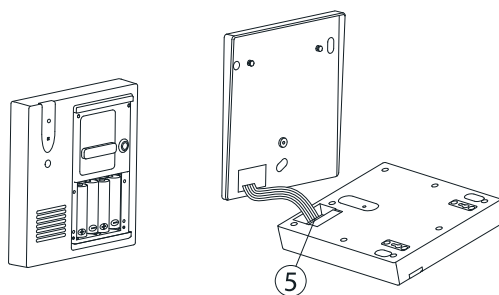

**Afbeelding 4**
- Neem de boorgaten over op de muur zoals in afbeelding 4 is aangegeven, en monteer de wandplaat tegen de muur. U kunt hierbij gebruik maken van de bijgeleverde schroeven en pluggen (indien noodzakelijk).